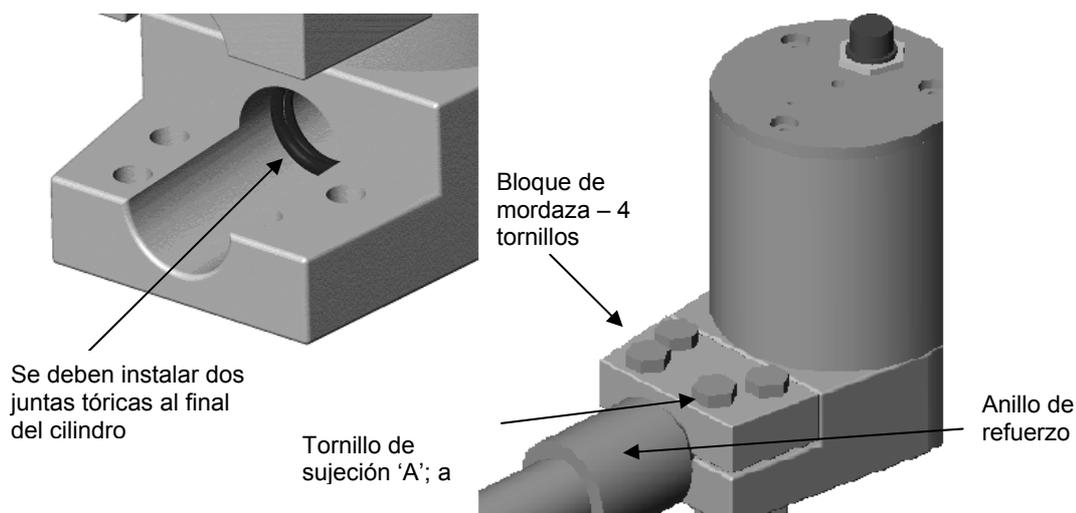

Figura 2 – Instalación del brazo del sensor en cuerpo del sensor
Una característica adicional incluida con el brazo de detección más largo (700mm) es un anillo de refuerzo que se instala sobre la parte superior del brazo; véase la Figura 2.
- Suelte los 4 tornillos de fijación situados en el brazo en el cuerpo del sistema electrónico y retire el tornillo de sujeción (A).
- Instale las dos juntas tóricas. Estas dos juntas deben situarse en el interior de los bloques de mordaza, contra el escalón, según se muestra en la Figura 2